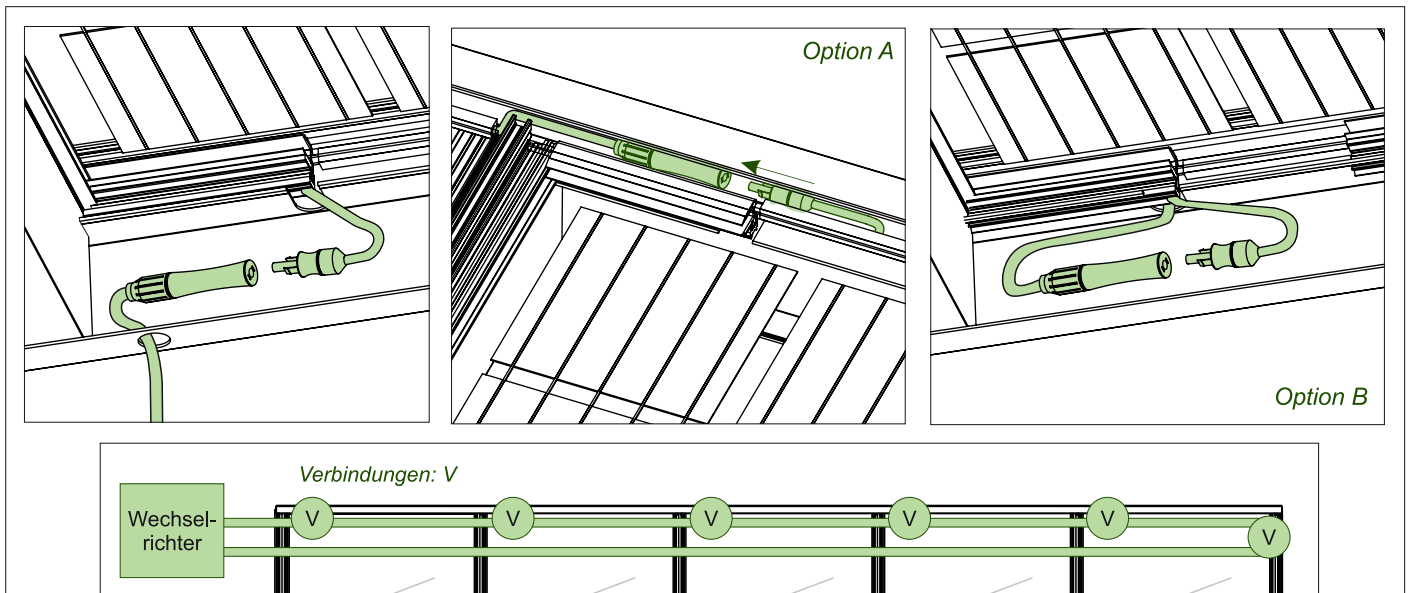

Abb. 1
1. Verbinden Sie die Kabel jeweils über den PV-Glassplatten (bei Option A) oder im Wandprofil (bei Option B) mit einander und führen Sie das letzte Verbindungskabel über den Selben Weg zurück in die Richtung des Wechselrichters. Siehe Abb. 1.